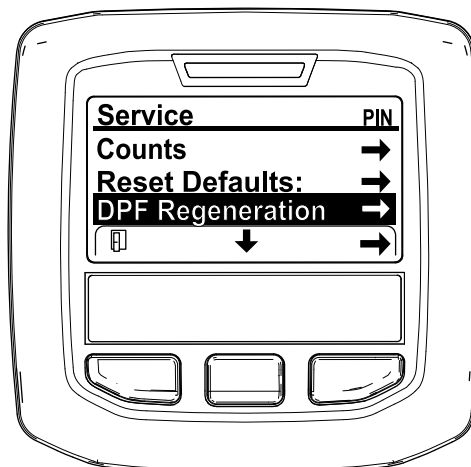

Figura 45
3. No MENU DE MANUTENÇÃO, prima o botão do meio até surgirem as opções de REGENERAÇÃO DO DPF e prima o botão direito para selecionar a opção de REGENERAÇÃO DO DPF (Figura 45).